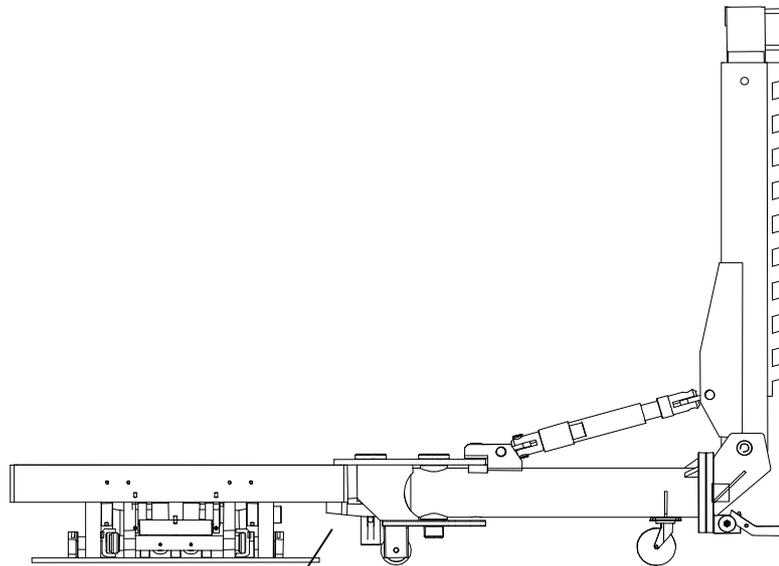

**Abbildung 18**
- Die Verankerung des Richtauslegers durch Einfügen des speziellen Keils blockieren (siehe Abb. 18 u. 19).